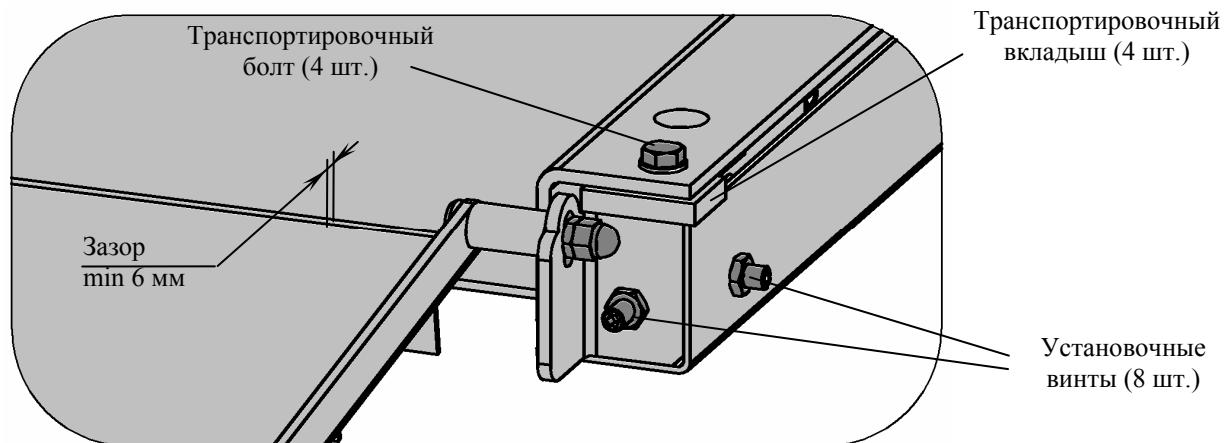

Рис. 5.1 - Сборка модуля
- 5.3 Вывинтить транспортировочные болты в четырёх углах грузоприемной платформы и удалить транспортировочные вкладыши между грузоприемной платформой и подрамником (см. Рис. 5.1).